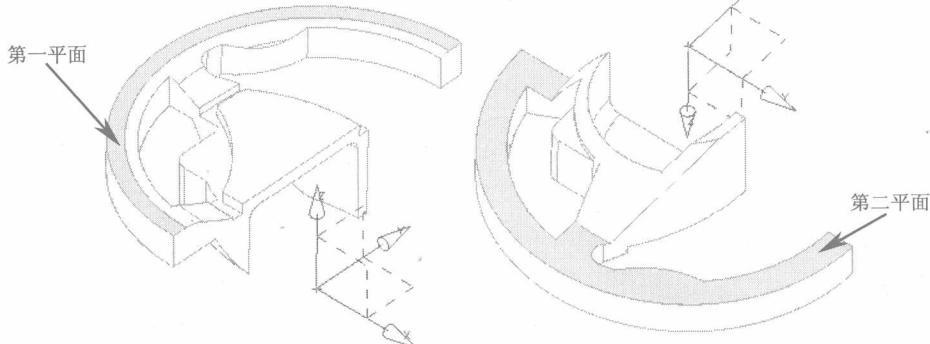

图1-31
11. 在菜单栏中选取【插入】/【基准/点】/【基准平面】命令，弹出【基准平面】对话框。设置类型为【Bisector】方式，参照图 1-31 所示，依次选取第一平面和第二平面，单击【确定】按钮创建基准平面，如图 1-32 所示。